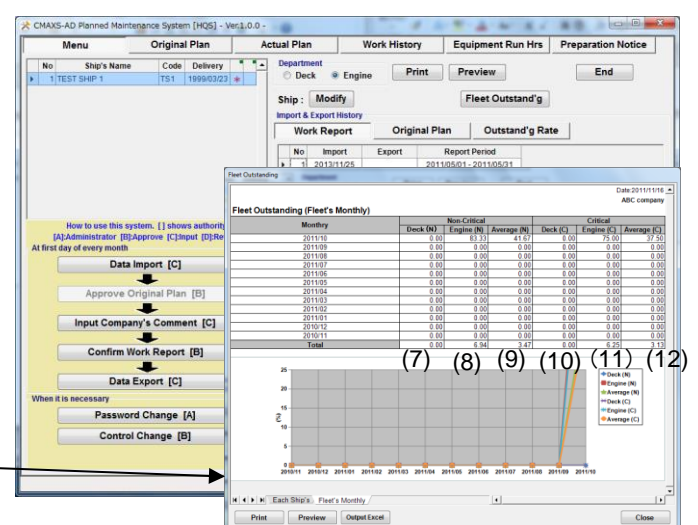

図 16-2 Fleet's Monthly 画面
② “Each ship's 画面”内の[Fleet's Monthly]タブを選択してください。 “Fleet's Monthly 画面”(図 16-2)が表示されます。